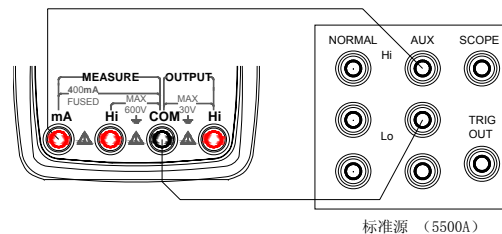

图 11. 电流校准
1. 校准连线如图 11 所示：
2. 将旋钮开关设定在 $\tilde{\text{mA}}$ 输入档，先按  键选择交流 (AC)，再按  键选取交流电流的量程，然后按  键进入交流电流校准状态。显示器显示字符 ‘MEASURE’、‘CAL’、‘ON’ 及单位 ‘mA’、‘AC’。